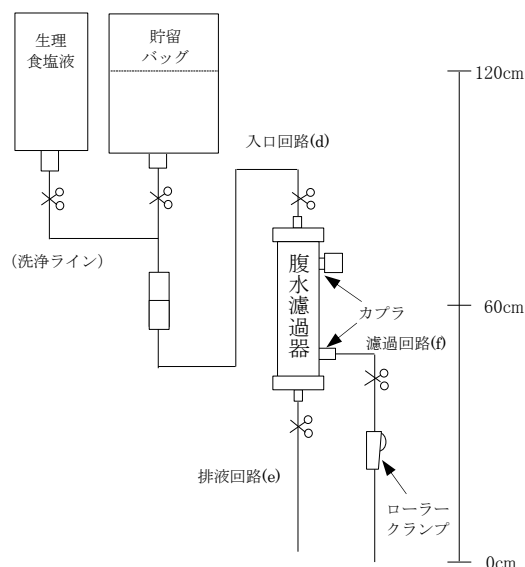

図 3 内圧濾過法(落差式)の回路図
- 1) 本品をイルリガードル台のホルダーに取り付ける。このとき濾過回路(f)の出口を 0 cm とするとき、開始時点の生理食塩液の液面の高さが 120 cm、本品を縦置きにしたときの中央部分が 60 cm となるようにする。(以降の手順に従い、図 3 の通り接続する)